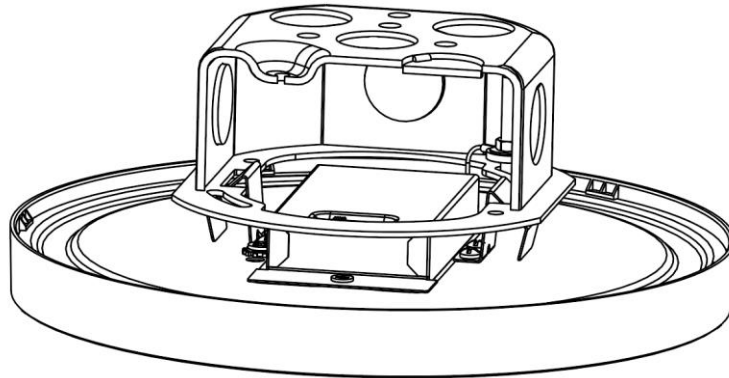

Figura 7
10. **Alinee el sujetador de resorte** en el montaje del equipo **con la sección dentada** del soporte de montaje, como se muestra en la *Figura 7*.